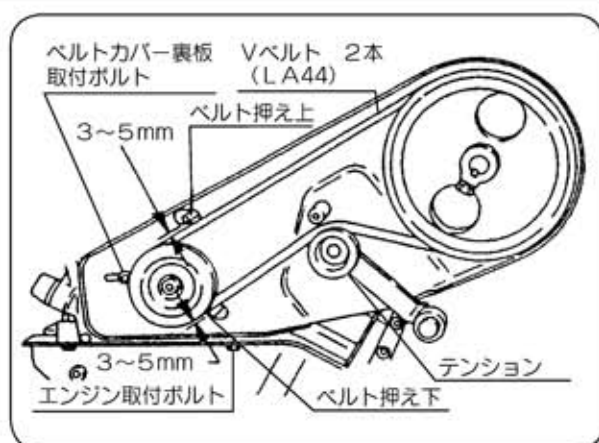

図28
- ①エンジンの取付ボルト（4本）、ベルトカバー裏板取付ボルト（1本）をゆるめてください。（図28）
- ②Vベルトの張りを調整しながらエンジン位置を後方に下げてください。
- ③ベルト押え上下を調整してください。